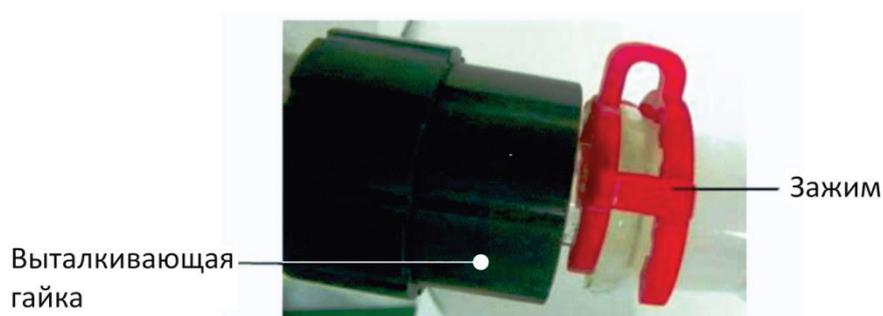

Рисунок 4
8.4. Монтаж испарительной колбы (Рисунок 4).